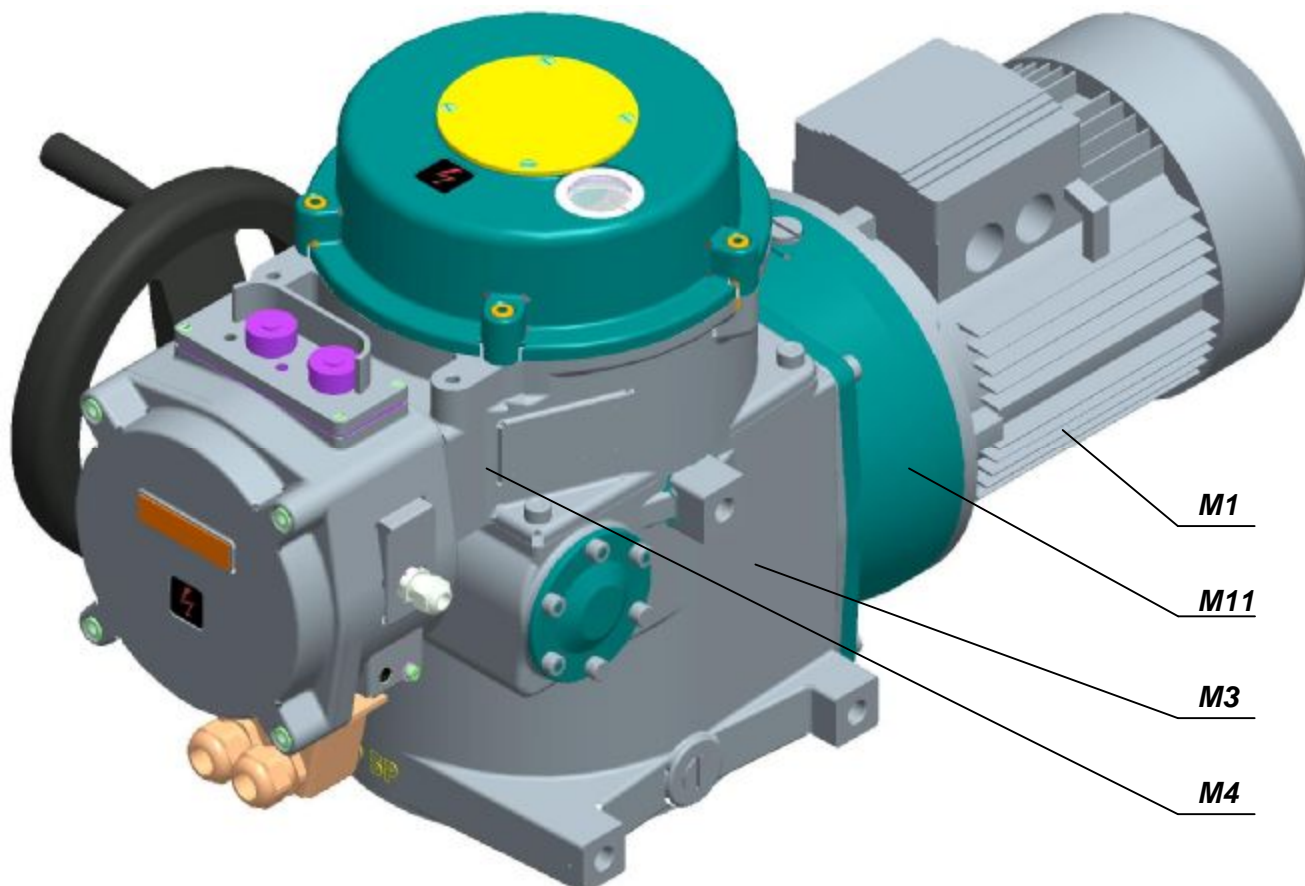

Рис. 1
Приборы МО имеют компактную конструкцию с некоторыми присоединенными модулями. Приборы состоят из двух своими функциями отличающимися главных частей (**рис.1**):
Система размещена в корпусе (22). Приводы размещены центрально на выходном валу (24) и представляют собой самостоятельную монтажную единицу. Шестерня электродвигателя переносит крутящий момент на коническое зубчатое колесо (34), которое вместе с сателитами (35) и жестким корончатым колесом - венцом (32), с внутренним зацеплением, создает планетарный редуктор. Поводок планетарного редуктора обеспечивает передачу крутящего момента на выходной вал (24). В верхней части размещен шнек (23) для снятия момента и ручного управления, которое применяется для перестановки управляемого устройства при отключении электрического тока. Перестановка осуществляется при помощи колеса ручного управления (25). Шнек подрессорен, и сила, вызванная крутящим моментом выходного вала, перемещает шнек в направлении оси против силы пружины. Перемещение шнека снимается вилкой с цапфой через валик (29), выходящий в коробку управления. Перемещение шнека пропорционально моменту. Вилка западает в контурную дорожку, что делает возможным вращательное движение колеса ручного управления, то есть ручное управление в любом эксплуатационном режиме. На задней стенке корпуса (22) напротив колеса ручного управления находятся три набалдашника с винтовыми ответвтиями, которые позволяют прикрепить прибор на стену или на вспомогательную конструкцию (рис.1).
Модуль М4 – коробка управления (Рис. 1), помещен в верхней части прибора и создает самостоятельное функциональное целое. Верхнюю часть образует кожух коробки управления. Нижняя часть коробки управления включает шкаф силовой передачи и создает несущую часть передачи для управляющей плиты (46) (Рис.3), которая содержит :
- блок положения (11)
- блок сигнализации с передаточным звеном (12)
- блок моментного выключения (9)
- блок датчика (33) (для спецификации прибора)
- нагревательное сопротивление (16) с термическим выключателем (15)
- регулятор положения (только для прибора МО 5 с регулятором) (14)